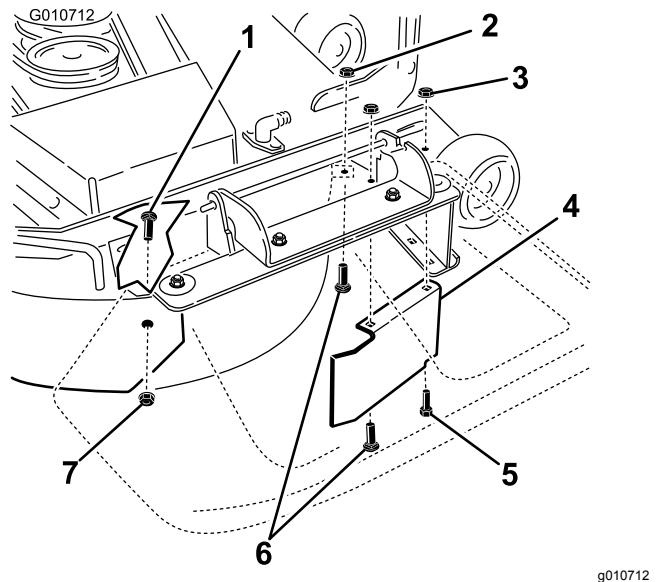

Bild 33
9. Entfernen Sie die Schlossschraube (5/16" x 3/4") und die Sicherungsmutter (5/16") an der Rückwand des Mähwerks, mit denen das Ablenkblech am Mähwerk befestigt ist (Bild 33).
10. Ermitteln Sie den Ablenkblechschutz an der vorderen Kante der Seitenauswuröffnung (Bild 33).
11. Entfernen Sie die Befestigungen, mit denen die Ablenkblechschutzvorrichtung und das rechte Ablenkblech am Mähwerk befestigt sind (Bild 33).
14. Bringen Sie die Befestigungen an, die Sie vorher aus den vorderen Löchern in der Auswurfplatte und dem vorderen Loch am Mähwerk entfernt haben (Bild 33).